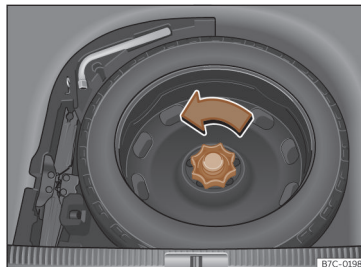

Fig. 233 Na bagageira: piso de carga levantado.
- Mova a roda no sentido contrário ao dos ponteiros do relógio»» **Fig. 233**.